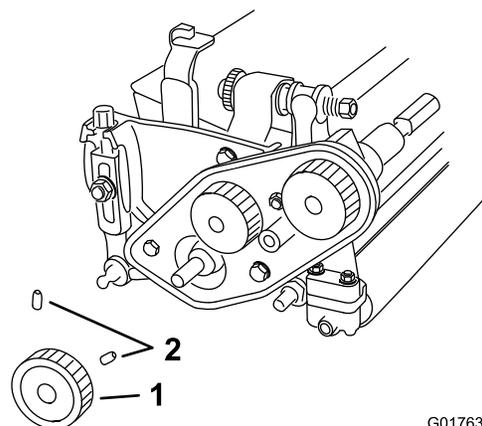

Figura 7
3. Desaperte os dois parafusos de afinação que prendem a polia inferior e retire a polia do eixo do cilindro (Figura 7).